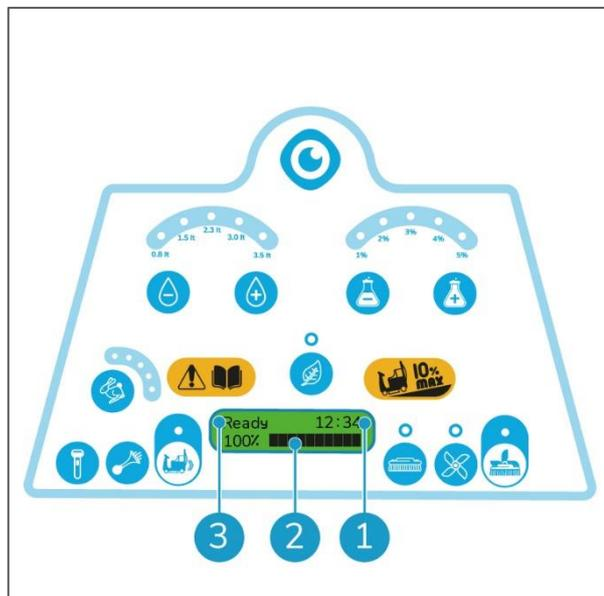

Figure 5
1. Indiquer le niveau de batterie (Figure 5, pos. 2).
2. Indiquer le temps de fonctionnement en heures et en minutes (Figure 5, pos. 1).
3. Indiquer que l'i-drive est « Ready » (prêt) (Figure 5, pos. 3).